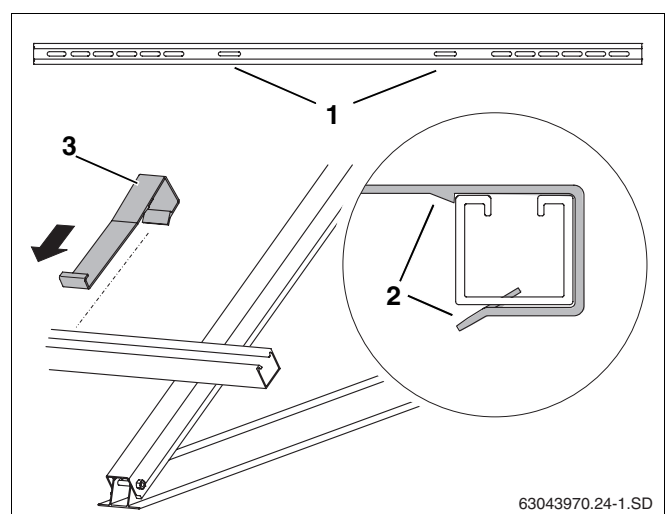

Fig. 36 Accrocher le dispositif de sécurité anti-glisement
- Glisser les dispositifs de sécurité anti-glisement (fig. 36, **pos. 3**) de l'extérieur dans les perforations longitudinales intérieures (fig. 36, **pos. 1**) sur les rails profilés jusqu'à ce qu'ils s'enclenchent (fig. 36, **pos. 2**).